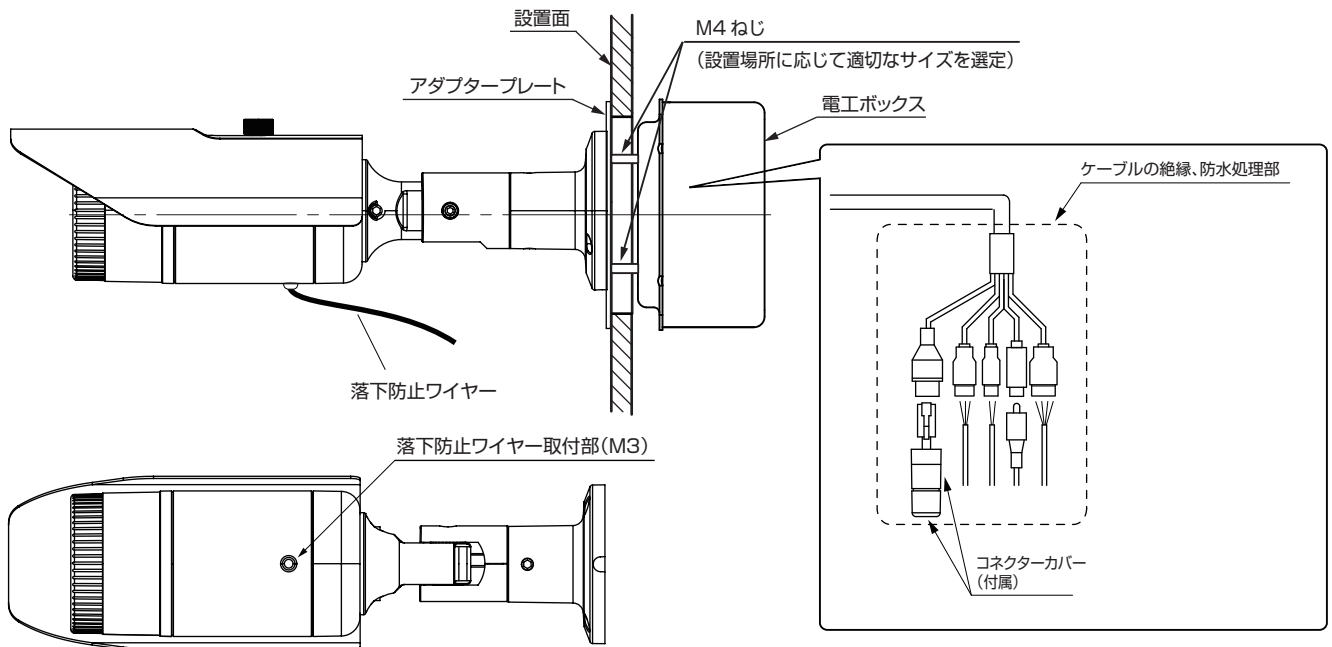

図5 電気ボックス施工例
2. ケーブル類は、確実に防水処理を施すこと。(図5)
配線部分(図5点線部)は、絶縁テープにて絶縁処理を行うとともに、防水処理を確実にすること。(防水対応ではありません。) また、ケーブル接続部が雨水にて水没しないよう考慮し施工すること。
3. 落下防止ワイヤー(付属していません。ステンレスワイヤー使用)は一方を壁や天井に、もう一方を付属のねじを使用してカメラ本体の落下防止ワイヤー取付部に接続すること。(図5) 落下を防止するため、本機の質量に十分耐えられる強度(総質量の10倍以上)のある落下防止ワイヤーで天井構造物などに取り付けること。また、落下防止ワイヤーは天井構造物と絶縁すること。